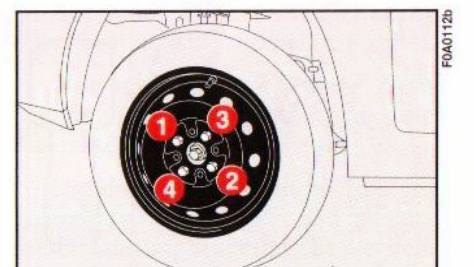

Abb. 11
19) Die Schrauben gleichmäßig über Kreuz in der in der **Abb. 11** gezeigten Reihenfolge festziehen.